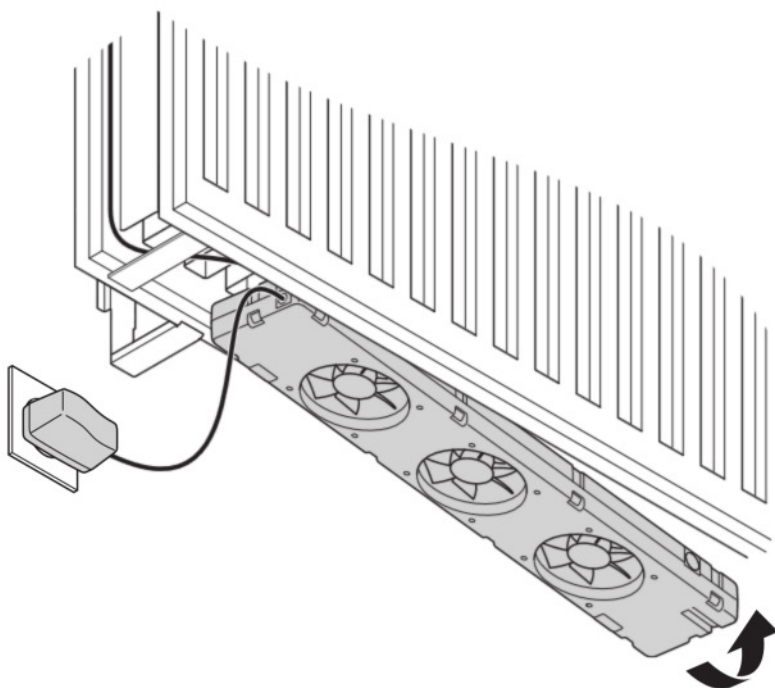

Fig. 2 - Fixation du SpeedComfort (B1).
- Identifiez un espace où les supports muraux du radiateur et les clips de connexion ne gênent pas. Fixez le **SpeedComfort** (B1) en bas entre les plaques du radiateur avec les **aimants réglables** (b13, b14) (voir fig. 2). Le **SpeedComfort** (B1) peut également être fixé sur le radiateur et sous un couvercle. **REMARQUE** Assurez-vous que les **ventilateurs** (b7, b8, b9) soient toujours orientés vers le haut !